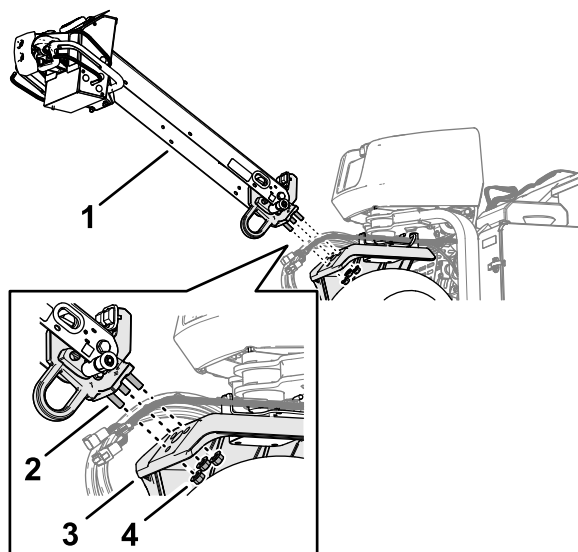

**Figura 5**
1. Inserite gli spinotti all'estremità della maniglia nei fori del braccio di sterzo (Figura 5).